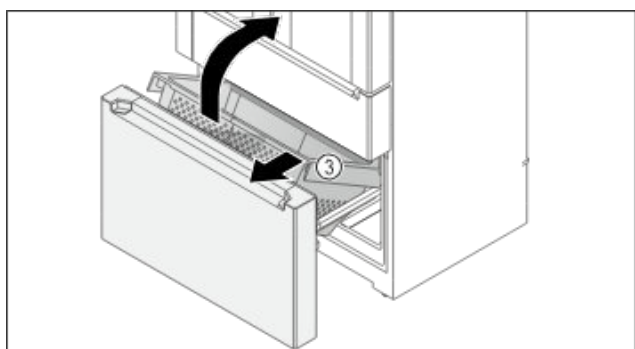

Fig. 152
- Soulever l'avant du bac Fig. 152 (3).
- Retirer le bac Fig. 152 (3) par l'avant en l'inclinant.